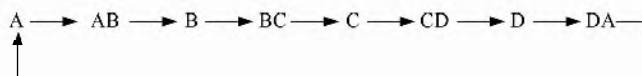

图 6-23 通电过程
① 按下启动按钮,定子磁极 A 通电,1s 后 A、B 同时通电;再过 1s, B 通电,同时 A 失电;再过 1s, B、C 同时通电……以此类推,其通电过程如图 6-23 所示。
② 有 2 种工作模式。工作模式 1 时,按下“停止”按钮,完成一个工作循环后,停止工作;工作模式 2 时,具有锁相功能,当压下“停止”按钮后,停止在通电的绕组上,下次压下“启动”按钮时,从上次停止的线圈开始通电工作。
③ 无论何种工作模式,只要压下“急停”按钮,系统所有线圈立即断电。